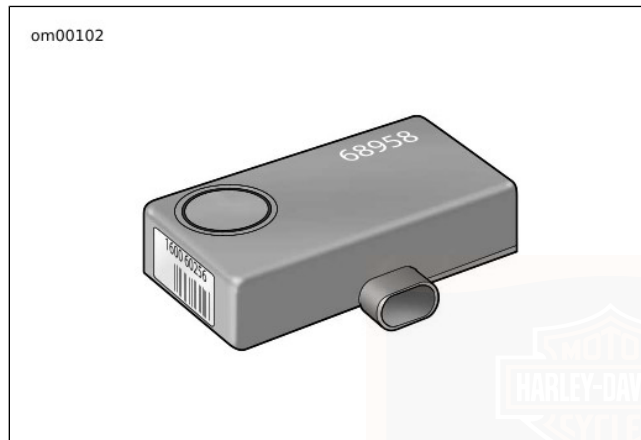

Figura 21. Sirena Smart opzionale
- Vedere Figura 21. suonare la sirena opzionale.